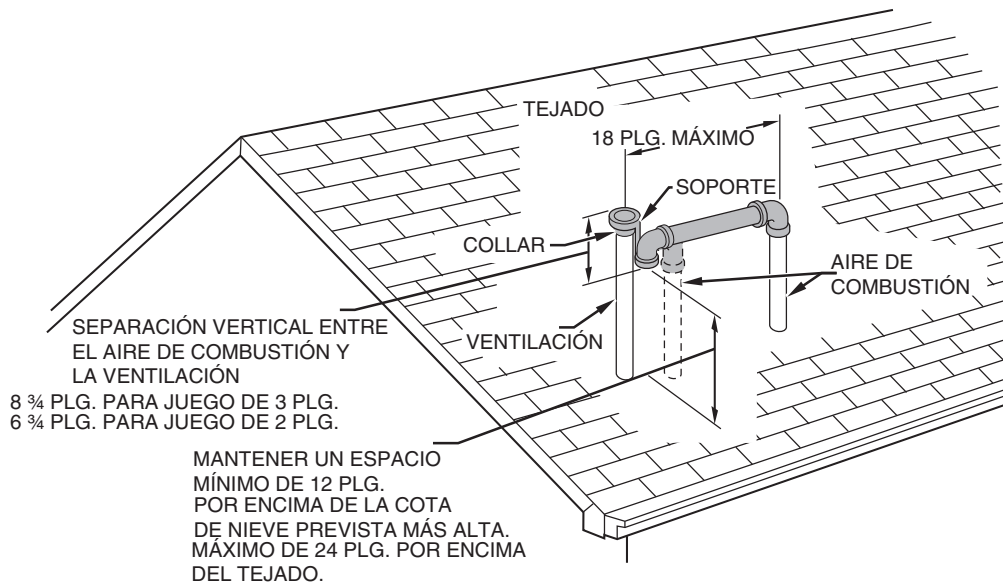

Figura 3 - Terminación en tejado (preferida)
2. Instale el collar de la tubería en la tubería de ventilación debidamente cortada sin apretarlo. El collar debe colocarse de forma que el soporte se pueda montar según se muestra en la Figura 3.
4. Instale el soporte como se muestra en la Figura 3.
5. Para aplicaciones que utilicen la opción de tubería de aire de combustión, marcada con una línea intermitente en la Figura 3, instale un codo de 90° con un extremo macho y otro hembra en el codo de 90°, para hacer una pieza en forma de U. Se puede utilizar un accesorio de 180° en forma de U. (Vea la Figura 2.)